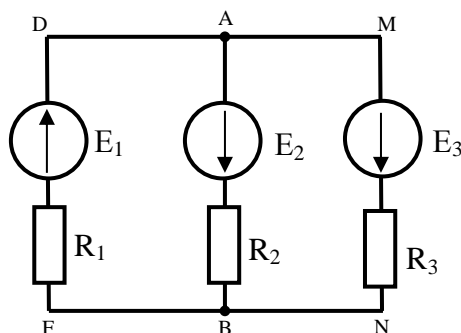

Рисунок 1.1 – Схема электрической цепи
3. По первому закону составить  $n - 1$  уравнений, где  $n$  – количество узлов в цепи. Составлять уравнения можно для любых узлов, лишь бы количество уравнений было на единицу меньше, чем количество узлов. Например, для цепи рисунок 1.1.
4. Определить количество элементарных контуров в цепи. Составить по второму закону Кирхгофа  $m$  уравнений, где  $m$  – число элементарных контуров. При составлении уравнений следует иметь в виду, что составлять уравнения можно по любым контурам и совсем не обязательно по элементарным. Важно, чтобы количество уравнений, составленных по второму закону Кирхгофа, равнялось бы количеству элементарных контуров. Например, в цепи рисунок 1.1 по второму закону Кирхгофа можно составить два – DABFD и AMNBA, но составлять уравнения можно для любых двух контуров. Правила составления уравнений по второму закону Кирхгофа. Сумма  $(n-1)+m$  равняется количеству ветвей цепи, для которой данные уравнения составляются, и, следовательно, количеству токов, которые подлежат расчету. Таким образом, получается система  $K$  уравнений с  $K$  неизвестными, где  $K$  – количество ветвей в цепи.